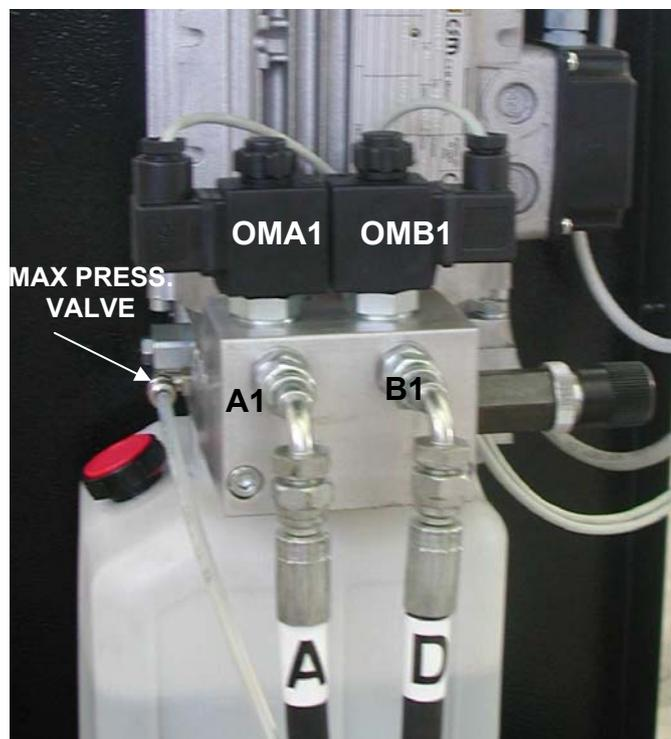

Bild 15
- Den Hydraulikkreislauf regelmäßig ausgleichen. Bei Ölverluste, verfahren Sie wie folgt: heben Sie die Hebebühne auf 1 m Niveau und nacheinander die Handventile **OM A2/OM B2 (Bild 15)** öffnen und wieder schließen. Auf dieser Weise werden mögliche Verluste zwischen Kreislauf **A1 - A2** und **B1 - B2 (Bild 10)** ausgeglichen sein.
- Die **OM A1- OM B1 (Bild 15)** Handventile mit 1/2 Umdrehung lösen.
d) Einer oder beide Handventile (OM A1 – OM B1 (Bild 15)) am Hydraulikaggregat sind geöffnet.	Schrauben prüfen und anziehen.
f) Einer oder beide Handventile (OM A1 – OM B1 (Bild 15)) am Hydraulikaggregat sind geöffnet.	Schrauben prüfen und anziehen.
b) Die Fahrschienen sind nicht nivelliert.	Falls dieses Problem entsteht, zuerst die Hebebühne auf Ölverluste von den Zylinder oder Leitungen prüfen. Um die Fahrschienen zu nivellieren, folgendes durchführen (Bild 15): <ul style="list-style-type: none"> • Schrauben (A2-B2) bei 1/2 Umdrehung lösen. • „Senken“ Druckknopf drücken und warten bis die Fahrschienen nivelliert sind. • Wenn die Fahrzeughebebühne sich nicht bewegt, die Schrauben (A1-B1) lösen. • . Schrauben A2-B2 und A1-B1 (falls genutzt wurden) wieder anziehen.